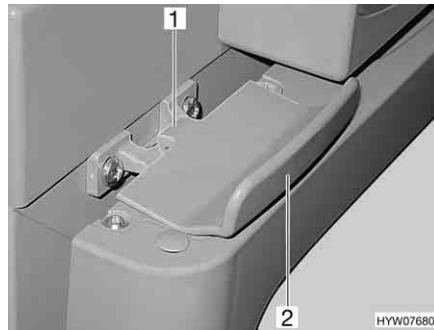

Fig. 155 Bloccaggio della porta del frigorifero, chiuso (Thetford)
- Aprire la porta del frigorifero tirando la maniglia (Fig. 155,2). Il bloccaggio (Fig. 155,1) si sblocca automaticamente.